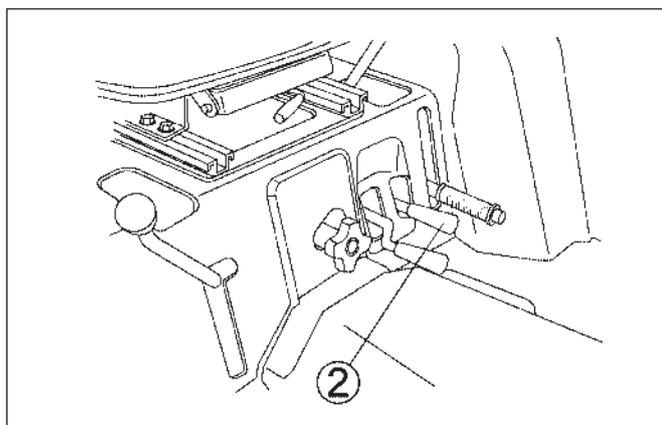

FIG. 4-30
**FIG. 4-30:** Le levier de sélection, 2, embraille et débraille l'entraînement de l'essieu avant. Avec le levier vers le bas, l'essieu avant est entraîné et les quatre roues sont motrices. Avec le levier vers le haut, l'essieu avant (4-WD) n'est pas entraîné.